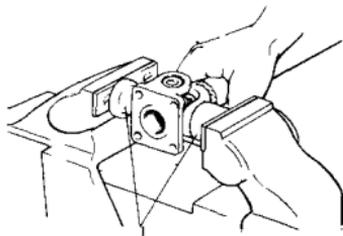
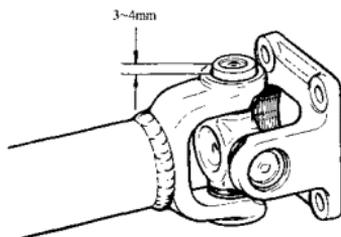

图 12-6
图 12-7
(2) 用万向节装配器(专用工具)将轴承座圈从万向节叉的轴承座圈中推出 3~4mm(图 12-6、图 12-7)。